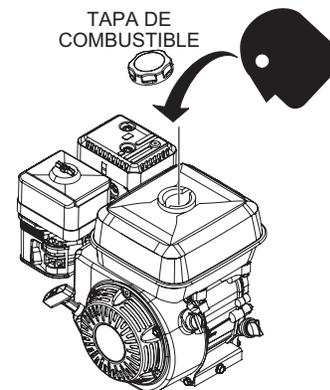

Figura 6. Comprobación de combustible
1. Inspeccione visualmente (Figura 6) para ver si el nivel de combustible es bajo. Si el nivel de combustible es bajo, rellene de combustible sin plomo.